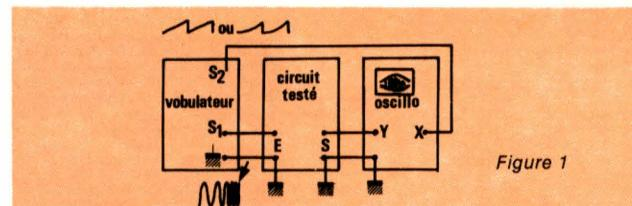

Figure 1
- l'autre, S₂, délivre la rampe de vobulation, utilisée pour les déviations horizontales de l'oscilloscope (**figure 1**).